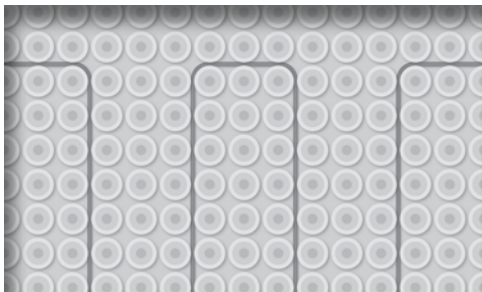

Figure 7
Installer les câbles dans la membrane à espacements réguliers à tous les trois (3) crampons (pour un espacement minimum de 3 po et maximum de 4 po) (figure 7). Attention de ne pas endommager le câble en l'insérant dans la membrane.